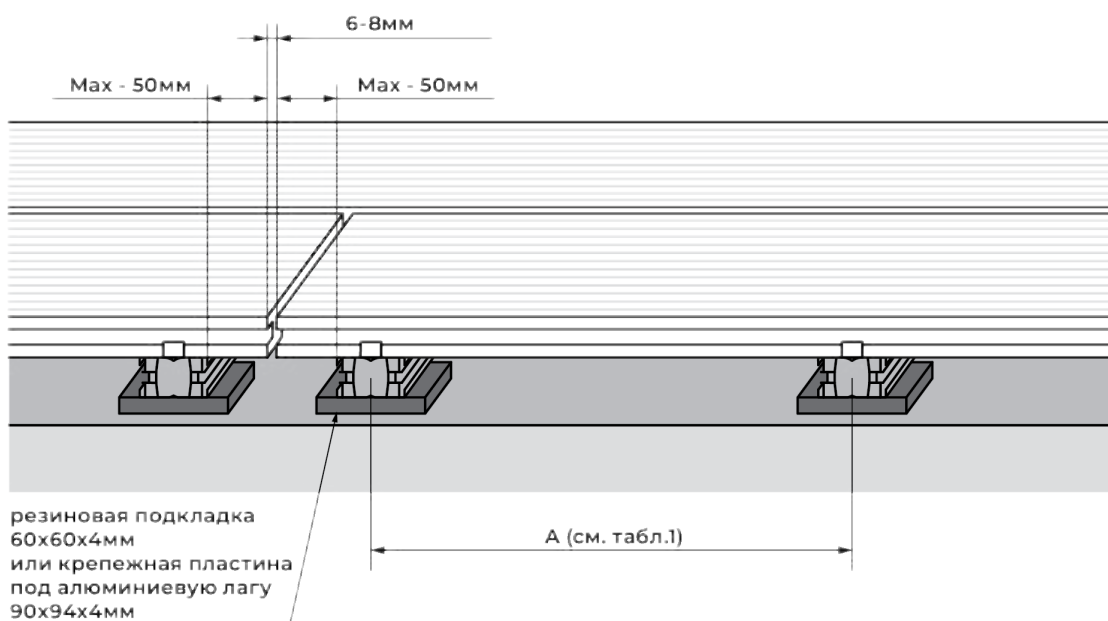

Рис.4
1. На ровное бетонное основание укладывают лаги из специального алюминиевого профиля с шагом, указанным в таблице №1 (стр.9) по центрам в направлении перпендикулярном направлению укладки доски. В месте стыков торцов досок, лаги располагаются с каждой стороны от стыка на расстоянии не более 50 мм (рис.4).